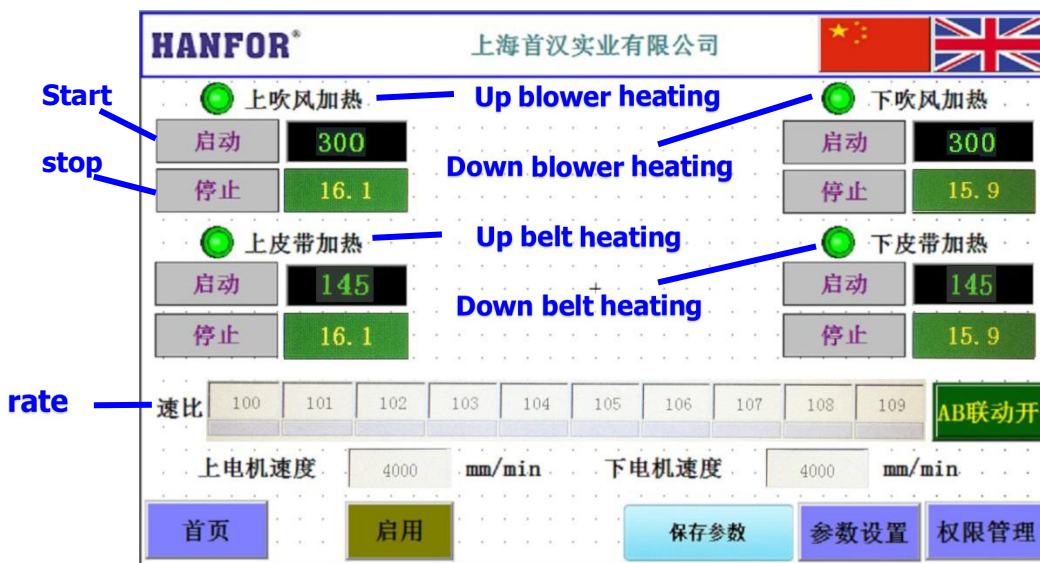

图 7 速比/ Picture7 rate
1. 双贴条: 1)调校好工件所需上、下吹风, 上、下皮带温度 ($T_{\text{皮带}} < T_{\text{吹风}}$), 设置合适的上下电机速度。一般上下轮速比为 100, 缩率可改变速比进行调节(如图 7 所示)。本机可保存 10 个速比, 每次可通过台板下方速比切换开关进行选择。